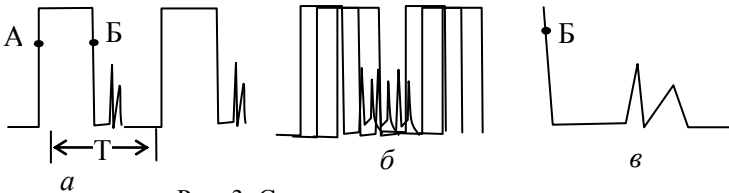

Рис. 3. Синхронизация развертки:
3) Если сигнал *периодический*, то можно отобразить, например, несколько его периодов либо только часть периода. Но если время развертки не кратно периоду сигнала, то при каждом последующем сканировании сигнал будет изображаться на новом месте экрана. При большой частоте развертки сигнал просто "замажет" всю площадь экрана (рис. 3, б). Получить устойчивую картину позволяет **блок синхронизации** осциллографа. Его функциональное назначение заключается в том, чтобы запускать каждый новый период развертки осциллографа точно в тот момент, когда исследуемый сигнал достигает одной и той же величины и фазы периодического сигнала.
Поясним задачи и суть синхронизации. Пусть, например, исследуемое устройство должно генерировать прямоугольные импульсы с периодом T , однако в устройстве возникают какие-то "лишние" импульсы (например, из-за "дребезга" контактов переключающего реле – рис. 3, а).
рис. 3, б, поскольку каждый новый цикл развертки начинается с произвольной фазы сигнала. Для устранения этого эффекта нужно установить уровень синхронизации, например, по переднему – нарастающему – фронту (точка А), выбрав эту точку выше уровня "лишних" импульсов. Тогда развертка при каждом сканировании экрана будет запускаться только в момент, когда напряжение сигнала достигает значения в точке А, что и обеспечит устойчивую картину сигнала.
Обнаружив на сигнале некоторые "лишние" пики (помехи), можно рассмотреть их более подробно, "растянув" по горизонтали (увеличив скорость развертки). В этом случае выгоднее установить синхронизацию по заднему – нисходящему – фронту импульса (точка Б) и увеличить скорость развертки. На рис. 3, в показан "растянутый" импульс помехи.
Примечания. Ручка LEVEL может быть переведена в режим USER SELECT (**Выбор пользователя**): рядом с ней загорается светодиод и ручкой LEVEL можно установить время задержки до реакции осциллографа на следующий импульс синхронизации. Например, чтобы осциллограф не запускался от импульсов помехи (см. рис. 3, а), можно установить время задержки синхронизации, равное периоду (нескольким периодам) прямоугольного сигнала. Для перехода в режим USER SELECT нажмите кнопку панели HORIZ MENU и кнопкой вертикального функционального ряда **Trig Knob** установите значение **Holdoff**. Задайте значение времени задержки.